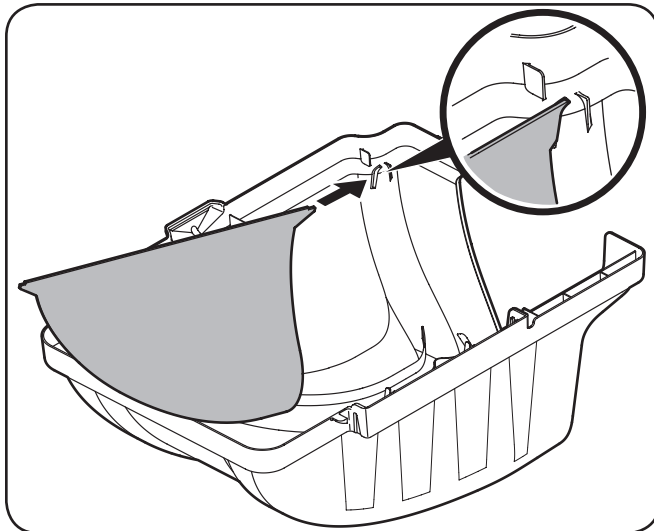
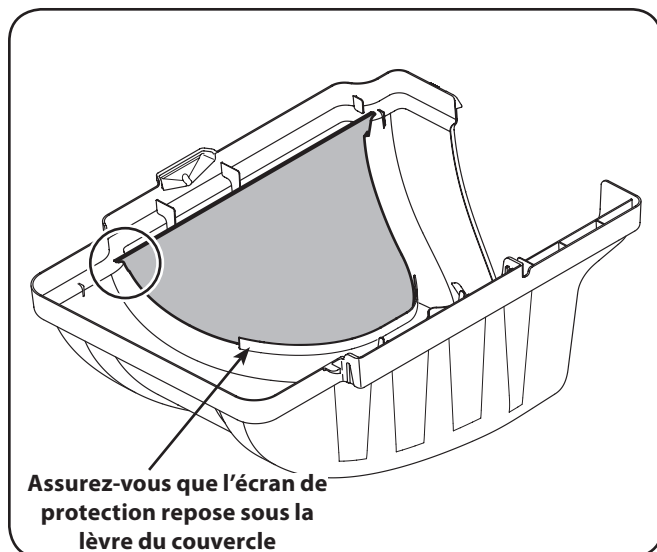

Figure 4-12
Figure 4-13
3. Installez l'écran de protection du dispositif d'ensachage sur le couvercle du dispositif d'ensachage en insérant d'abord l'extrémité la plus proche du côté avec la découpe dans le trou de montage, comme illustré à la figure 4-12. Assurez-vous de placer l'écran de protection sous la lèvre, comme illustré à la figure 4-13.
4. Insérez dans l'autre côté en poussant l'écran de protection dans la découpe fournie. Consultez la figure 4-13.